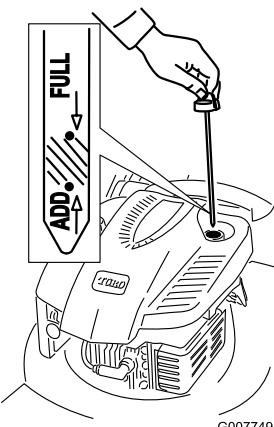

Figura 8
1. Retire la varilla (Figura 8).
2. Lentamente, vierta aceite en el tubo de llenado hasta que el nivel llegue a la marca **Full** (lleno) de la varilla (Figura 8). **No llene demasiado.** (Capacidad máxima: 0,59 l, tipo: SAE 30, aceite detergente con clasificación de servicio API SF, SG, SH, SJ, SL o superior.)
1. Retire la varilla, límpiela, y vuelva a colocarla (Figura 8).
2. Retire la varilla y compruebe el nivel de aceite (Figura 8). Si el nivel de aceite está por debajo de la marca **Add** de la varilla, vierta **lentamente** aceite en el tubo de llenado hasta que el nivel llegue a la marca **Full** de la varilla. **No llene demasiado.** (Capacidad máxima: 0,59 l, tipo: SAE 30, aceite detergente con clasificación de servicio API SF, SG, SH, SJ, SL o superior.)